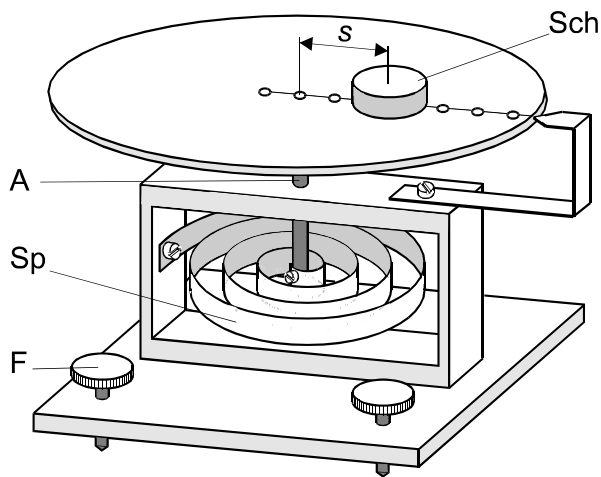

Abb. 1 DREHTISCH
Die Bestimmung von Trägheitsmomenten kann auch experimentell erfolgen, z. B. durch Messung der Schwingungsdauer eines Drehschwingers (Abb. 1). Um eine senkrechte Achse A führt der Drehtisch mit dem Trägheitsmoment J_A infolge der elastischen Deformation einer Schneckenfeder Sp (Winkelrichtgröße D) schwach gedämpfte Schwingungen aus. Die Schwingungsdauer T des Drehschwingers ist gegeben durch
Der Drehtisch (Abb. 1) wird so justiert, dass seine Drehachse senkrecht steht. Dazu lege man die Kreisscheibe an verschiedene Stellen des Drehtischrandes und stelle die Fußschrauben F so lange nach, bis die Kreisscheibe in keiner Lage dem Tisch ein Drehmoment erteilt. Für Aufgabe 1 messe man zweimal die Zeit für 10 Schwingungen. Für Aufgabe 2 berechne man die Zusatzträgheitsmomente (Gl. (6)) und fertige für Aufgabe 3 die Eichkurve an.